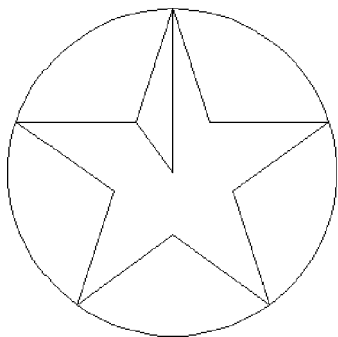

图 3-24 绘制的直线
2) 外接圆的圆心即为五角星的中心。单击【绘图】工具栏中的【直线】按钮, 捕捉五角星的外顶点和圆心, 绘制出一条直线; 捕捉五角星的内顶点和圆心, 绘制另一条直线。如图 3-24 所示。